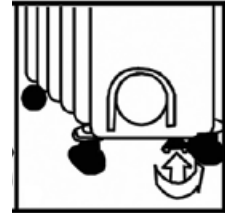

Abb. 4
4. Mit einer Flügelmutter den Bügel ordentlich anziehen (Abb. 4), sodass das Gerät stabil ist und kein Umstürzen droht.